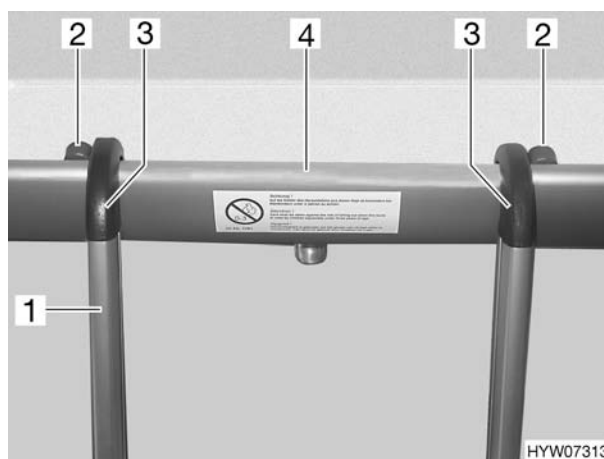

Fig. 32 Scaletta di accesso
- Agganciare la scaletta di accesso (Fig. 32,1) con i due staffe (Fig. 32,3) al diaframma (Fig. 32,4). Verificare che le staffe vengano agganciate tra i due elementi di fissaggio (Fig. 32,2). Così la scaletta di accesso non può scivolare via lateralmente.